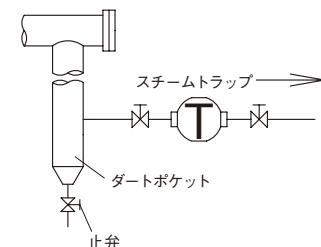

図4. ドレンタンク配管例略図
9. トラップの排出側をドレンタンクや排水溝などに配管する場合は、水没しないようにしてください。また、逆流防止のため、逆止弁を取り付けてください。(図4、5参照)
10. トラップの排出側をドレン回収管など、他系統に配管する場合は、配管の上部から入るようにし、背圧が加わる場合は、逆止弁を取り付けてください。(図4参照)